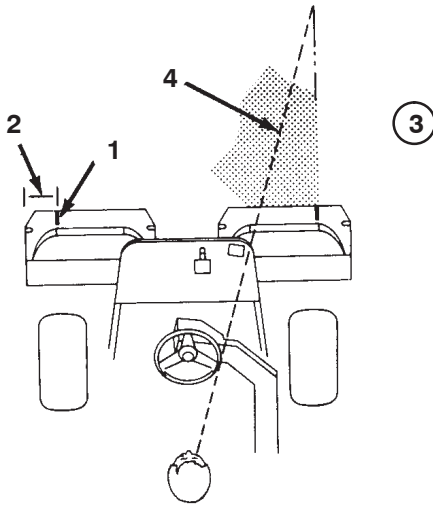

Bild 25
2. Bringen Sie einen Streifen weißes Isolierbands an jedem Korb an, oder zeichnen Sie eine Linie. Das Isolierband bzw. die Linie sollten parallel mit der äußeren Kante jedes Korbs verlaufen (Bild 25).
3. Wenn Sie zurückfahren, sollte der neue Mähgang den ersten ein klein wenig überlappen. Damit Sie in einer möglichst geraden Linie über die Grünfläche fahren können und einen gleichmäßigen Abstand zum zuvor gemähten Rasenstück einhalten können, sollten Sie sich eine imaginäre Sichtlinie ungefähr 1,8 bis 3 m vor der Maschine bis zum Rand des noch ungemähten Teils der Grünfläche vorstellen (Bild 25 und 26). Manche Leute finden es auch hilfreich, die äußere Kante des Lenkrads in die Sichtlinie mit einzubeziehen, d.h. sie halten das Lenkrad in einer Linie mit einem Punkt, der immer im gleichen Abstand von der Vorderseite der Maschine bleibt (Bild 25 und 26).